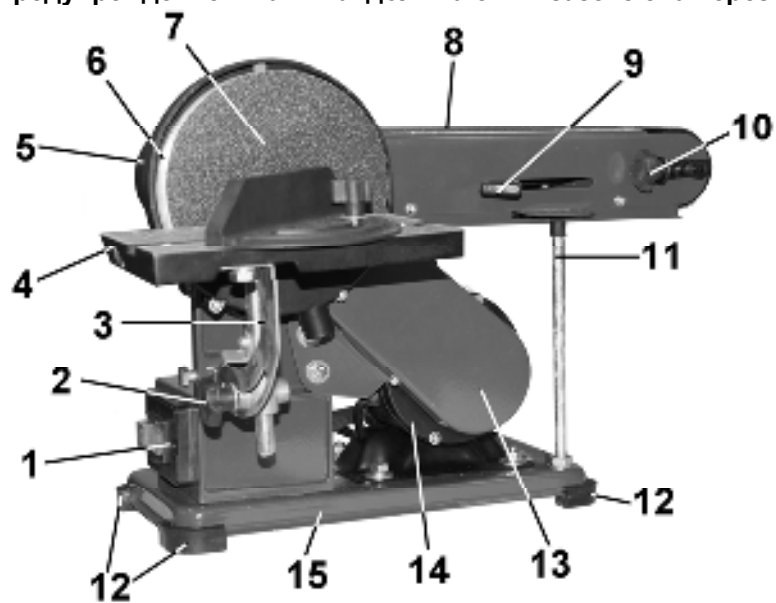
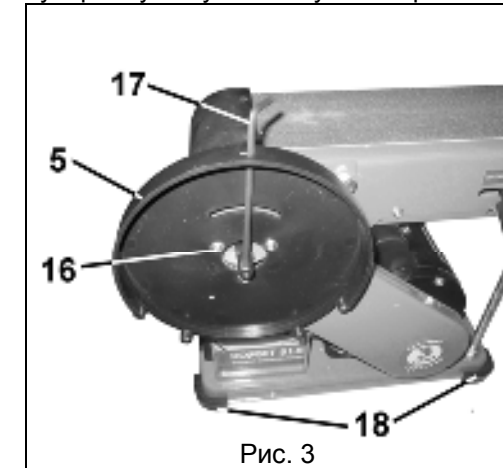

Рис. 2
Рис. 3
### 12.1. Смена и регулировка шлифовальной ленты (Рис. 2)
12.1.1. При необходимости установки новой шлифовальной ленты (31) переместите рукоятку (9) в сторону ведомого ролика шлифовальной ленты. Когда шлифовальная лента (31) ослабнет, снимите старую шлифовальную ленту и замените ее новой. Переместите рукоятку (9) в сторону ведущего ролика шлифовальной ленты. Проверьте правильность установки шлифовальной ленты (31) вращением ее вручную в направлении ведущего ролика. Если траектория шлифовальной ленты (31) проходит не по центру, отрегулируйте ее вращением винта регулировки (10), Рис.2. При включении машины шлифовальная лента (31) должна находиться в средней части роликов.
12.3.1. Демонтируйте шлифовальный диск (6) и защитный кожух (5), Рис.3, и кожух ремня (13), Рис.2.
12.3.2. Ослабьте четыре болта крепления двигателя к станине (15), Рис.2.
12.3.4. Отрегулируйте натяжение нового ремня и затяните болты крепления двигателя к станине (15), Рис.2.
12.3.5. Установите и закрепите кожух ремня (13), Рис.2. Установите шлифовальный диск (6) и защитный кожух (5), Рис.3.
Установите четыре резиновые опоры (18), Рис.3, на углы основания (15), Рис.2. Установите машину на горизонтальную ровную и устойчивую поверхность верстака, исключив возможность опрокидывания машины при работе.
### 8.2. Установка шлифовального диска (Рис. 3; 4)
Установите и закрепите защитный кожух (5), Рис.3. Проверните шпиндель, так чтобы фрезеровка (лыска) вала (21) была направлена вверх и совпадала с отверстием защитного кожуха (5).
Ослабьте две фиксирующие гайки (34), как показано на Рис.7 и установите стол шлифовальной ленты (8), Рис.2, на нужный угол от 0° до 90°. Положение надёжно закрепите фиксирующими гайками (34).